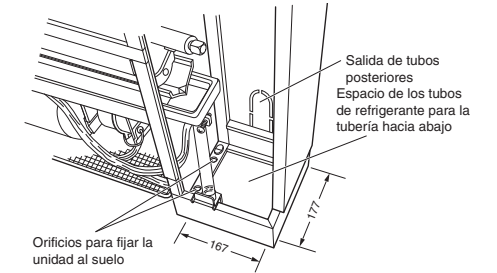

Fig. 3-112
- Cuando se necesita un tubo hacia abajo, consulte las dimensiones de las aberturas que aparecen en la Fig. 3-112.